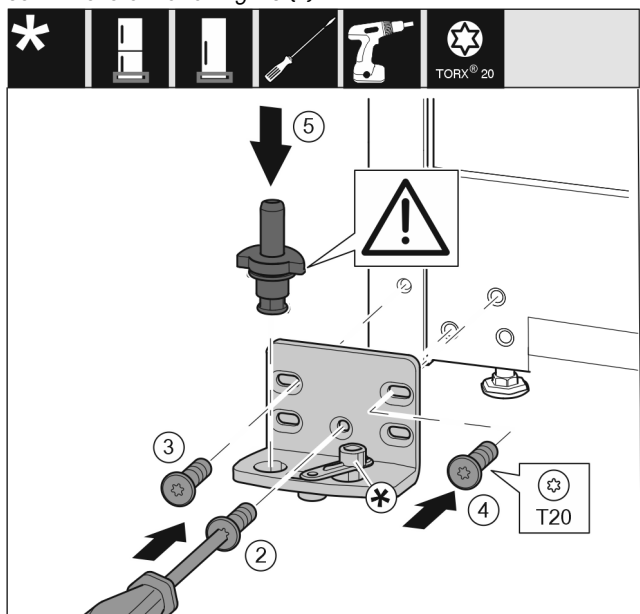

Fig. 14
- ▶ Поставете лагерната стойка от другата страна и я завийте с помощта на отвертка T20. Започнете с винт 2 долу в средата. Fig. 14 (2)
- ▶ Затегнете винт 3 и 4. Fig. 14 (3,4)
- ▶ Вкарайте изцяло лагерния болт. При това обърнете внимание на това, фиксиращата гърбица да сочи назад. Fig. 14 (5)